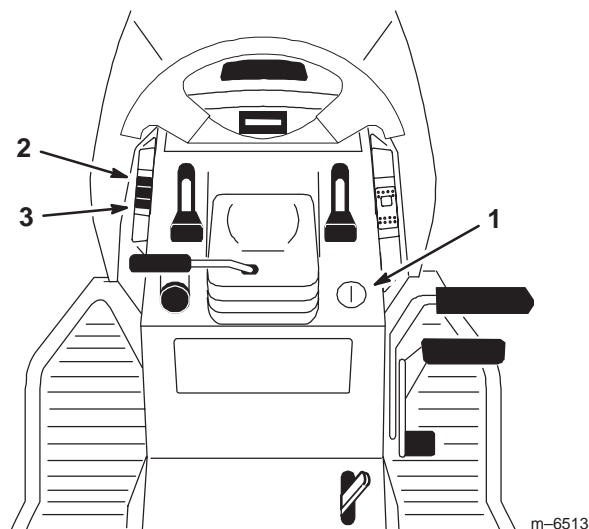

Figure 20
Ce mécanisme (Fig. 20) permet de relever et d'abaisser les accessoires.
1. Tournez la clé de contact en position de contact établi (**on**) ou de marche (**run**) (Fig. 20).
2. Poussez le levier de commande d'accessoire vers le **haut** pour élever la commande d'accessoire (Fig. 20). Cela a pour effet de relever l'accessoire et de le maintenir dans cette position.
2. Poussez le levier de commande d'accessoire vers le bas pour abaisser la commande d'accessoire (Fig. 20). Cela a pour effet d'abaisser l'accessoire.